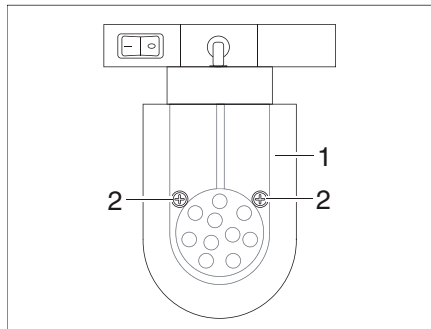

Fig. 166 Spot DEL (coulissant)
- Desserrer les vis de fixation (Fig. 166,2).
- Retirer prudemment le verre de lampe (Fig. 166,1).